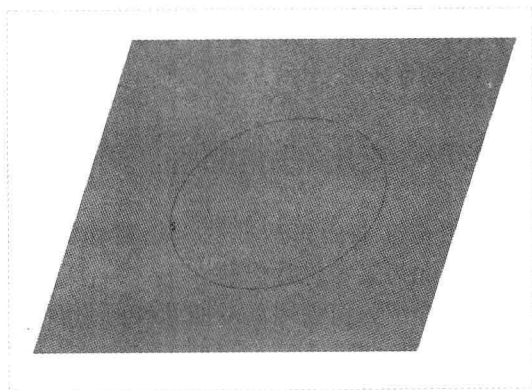

图 10-46 图形文件
Step 01 按【Ctrl+O】组合键,打开图形文件,如图 10-46 所示,在模型树中选择“类型 1”选项。